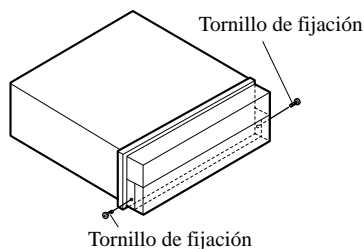

Fig. 16
- Fije el panel delantero a la unidad utilizando los tornillos de fijación después de quitar el panel delantero. (Fig. 16)